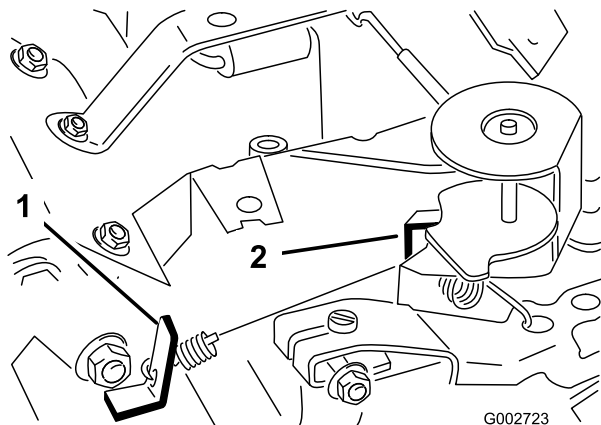

Figura 38
3. Dobre o batente da mola de velocidade intermédia (Figura 38) até obter uma velocidade de 1725 \pm 50 RPM. Verifique a velocidade com um tacómetro.
elevada (Figura 38) até obter uma velocidade de 3400 \pm 50 RPM.